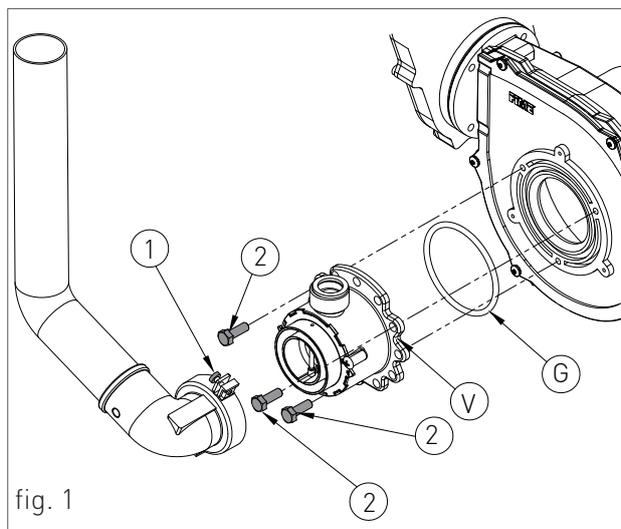
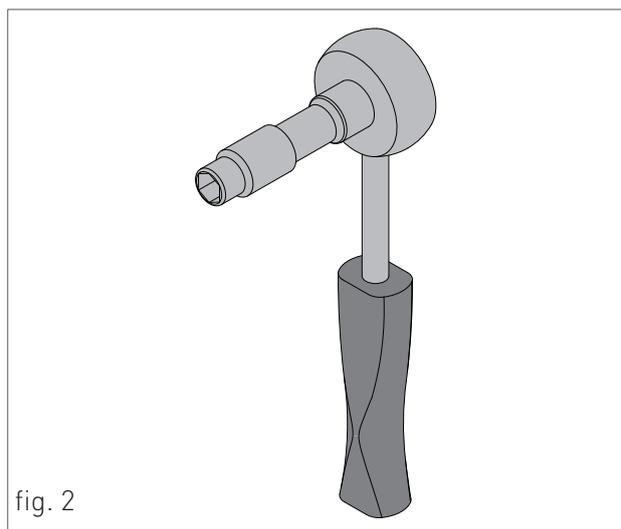

fig. 1
fig. 2
- › desserrer les deux vis "1" (fig. 1) de la douille de fixation et enlever le tuyau d'aspiration de l'air;
- › dévisser les trois vis de fixation '2' (fig.1) du venturi 'V' (fig.1) avec une clé de 10, du type illustré dans la figure 2;
- › remplacer le venturi avec celui plus approprié au type de gaz de réseau (code 30-00152 pour GPL / code 30-00124 pour méthane), et remonter les composants en effectuant les opérations de démontage à l'inverse en s'assurant de remonter le joint 'G' comme illustré dans la figure 1;